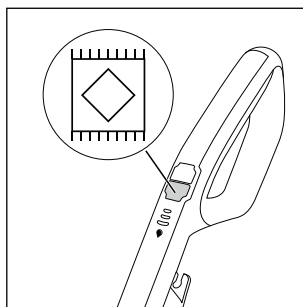

Fig. 17
- ◆ Pentru a porni aparatul apăsați comutatorul pentru mocheta  **13** (a se vedea fig. 17). LED-ul comutatorului pentru mocheta  **13** luminează albastru.
- ◆ Pentru a opri aparatul, apăsați din nou comutatorul pentru mochetă **13** (a se vedea fig. 17).